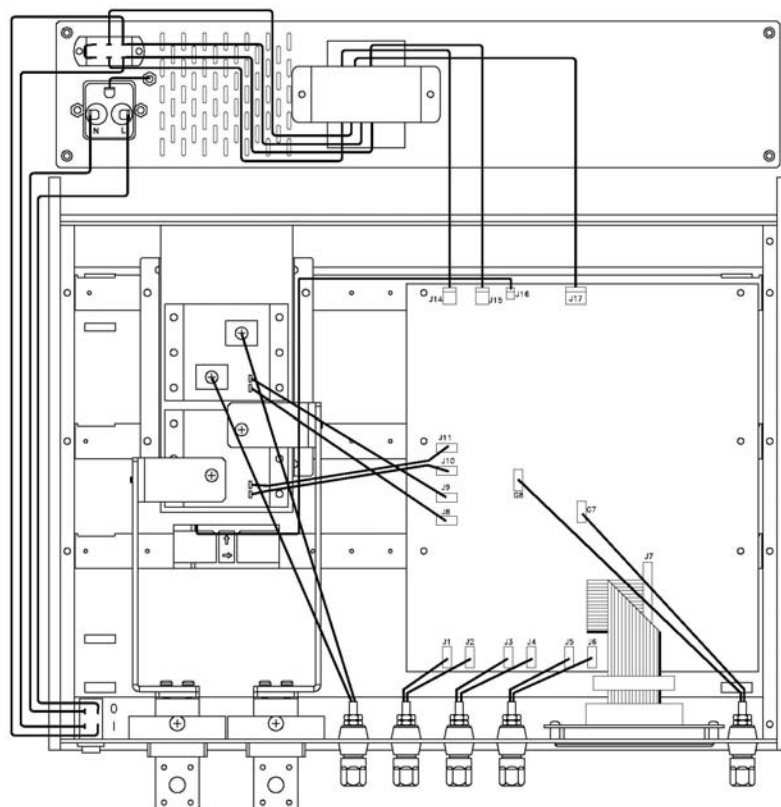

图 4.1 电位器分布图
7550A 需及时进行校正，校正周期最好由用户自行确定。为进行校正调节，需拧掉四个螺丝，拿掉仪器顶盖。可调电位器和参考位置如图 4.1 所示。有两个电路需要校正：分流器与 DAM，这些校正可以独立地完成。
- 1) 7550A 上的档位选择为 20mA，电流校正仪的电缆线连接到 7550A 的 20mA 档端子上，设定电流校正仪的输出为 20mA，然后调节 VR5（如图 4.1 示），直至数字式电压读数与电流校正仪输出相同。
- 2) 7550A 上的档位选择为 200mA，电流校正仪的电缆线连接到 7550A 的 200mA 档端子上，设定电流校正仪的输出为 200mA，然后调节 VR4（如图 4.1 示），直至数字式电压表的读数与电流校正仪输出相同。
- 3) 7550A 上的档位选择为 2A，电流校正仪的电缆线连接到 7550A 的 2A 档端子上，设定电流校正仪的输出为 2A，然后调节 VR1（如图 4.1 示），直至数字式电压表的读数与电流校正仪输出相同。
- 4) 7550A 上的档位选择为 20A，电流校正仪的电缆线连接到 7550A 的 20A 档端子上，设定电流校正仪的输出为 20A，然后调节 VR2（如图 4.1 示），直至数字式电压表的读数与电流校正仪输出相同。
- 5) 7550A 上的档位选择为 250A，使用高级大电流的 RP250G 大电流插头。将电流校正仪的电缆线连接到 7550A 的 250A 档端子上，设定电流校正仪的输出为 100A，然后调节 VR3（如图 4.1 示），直至数字式电压表的读数与电流校正仪输出相同。
拆卸 7550A 电流输入端子上的所有连接线，调节 VR7（如图 4.1 示），直至 7550A 面板上四位半数字式电流表的显示为 0.000mA。
电流校正仪电缆线连接到 20mA 档端子上，设定电流校正仪输出值为 40 mA，则数字式电压表的读数值为 400.00 mV，调节 VR11（如图 4.1 示），直至 7550A 面板上的四位半数字式电流表的读数值为 40.00 mA。
设定电流校正仪的输出值为 10.0 mA，则数字式电压表读数值为 100.00 mV，调节 VR6（如图 4.1 示），直至 7550A 面板上的四位半数字式电流表的读数值为 10.00 mA。
拆卸 7550A 电流输入端子上的所有连接线，调节 VR9（如图 4.1 示），直至 7550A 面板上四位半数字式电流表的显示为 0.000mA。
电流校正仪电缆线连接到 200mA 档端子上，设定电流校正仪输出值为 100 mA，则数字式电压表的读数值为 100.00 mV，调节 VR10（如图 4.1 示），直至 7550A 面板上的四位半数字式电流表的读数值为 100 mA。拆卸所有仪器，校正至此完成。